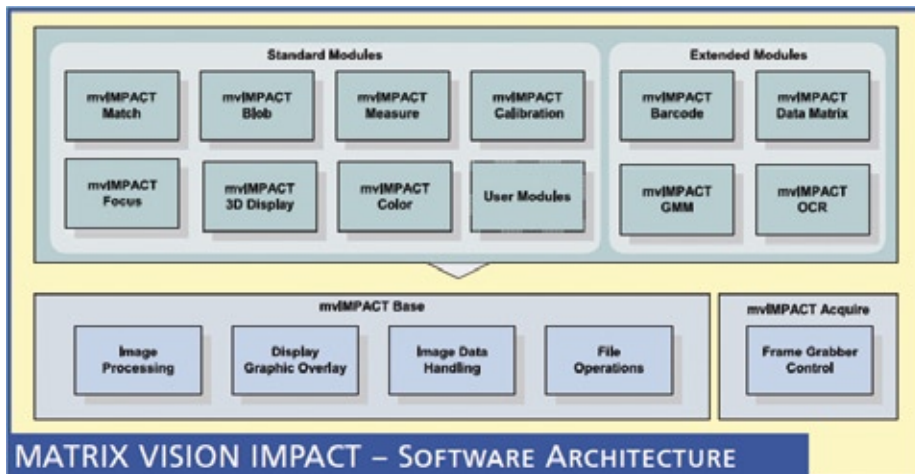

Abb. 1: Module der mvImpact Software-Tools
Abb. 1: Das Karussell, das die Teile hält, liegt im vertikalen Zentrum des INL-1900x2T (A). Die Bedienoberfläche und die Ergebnisse der Inspektion werden auf dem Monitor angezeigt (B). Fehlerhafte Teile werden über die Rutsche an den Operator zurückbefördert, so dass sie toleranzmäßig überarbeitet werden können (C).
Jede Bildverarbeitungsanwendung kann in die einzelnen, elementaren Aufgabenblöcke Bildaufnahme, Bildoptimierung bzw. -vorverarbeitung, Bildverarbeitung sowie der Reaktion auf das Resultat aufgeteilt werden. Sinnvoll zusammengefasst entstehen aus diesen Blöcken Module. Hier setzt das mvImpact-Konzept an: Für die grundlegenden Funktionen wie Erfassen, Vorbereiten und Ausgabe, welche mit der eigentlichen Bildverarbeitung nicht in Verbindung gebracht werden, gibt es das mvImpact Base Modul. Dieses Modul mit insgesamt über 120 Funktionen stellt die Basis-Bibliothek dar, welche in Verbindung mit der Hardware von Matrix Vision kostenfrei ist. Zusätzlich bietet Matrix Vision separate Module für die eigentliche Bildverarbeitung an, welche auf diese Basis-Bibliothek aufbauen und in die Modulgruppen Standard und Extended aufgeteilt sind (Abb. 1). Solche Standard-Module gibt es beispielsweise für die Kalibrierung von verzerrten Kamerabildern, für die Mustererkennung in Bildern oder für die Farberkennung. Extended Module dagegen sind Module für spezielle Bildverarbeitungsaufgaben wie die optische Zeichenerkennung (OCR), Barcode- und Data-Matrix-Leser sowie dem GMM, ein Tool für die Suche nach geometrischen Objekten.